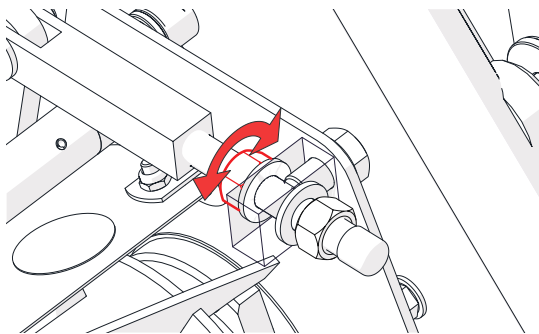

Abb. 12D - Einstellmutter festziehen/lösen
6. Den Spalt mit der Einstellmutter [19-mm-Schlüssel] einstellen (Abb. 12D). Es sind nur sehr kleine Justierungen erforderlich – beginnen Sie mit einer Achtelumdrehung und wiederholen Sie den Papierschnitttest. Wiederholen Sie die Einstellung, bis das Papier sauber geschnitten wird.